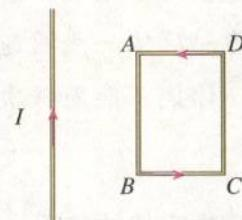

图4.3-4 判断线圈移动的方向
**例题2** 如图4.3-4所示,在长直载流导线附近有一个矩形线圈ABCD,线圈与导线始终在同一个平面内。线圈在导线的一侧左右平移时,其中产生了A→B→C→D→A方向的电流。已知距离载流直导线较近的位置,磁场较强。请判断:线圈在向哪个方向移动?